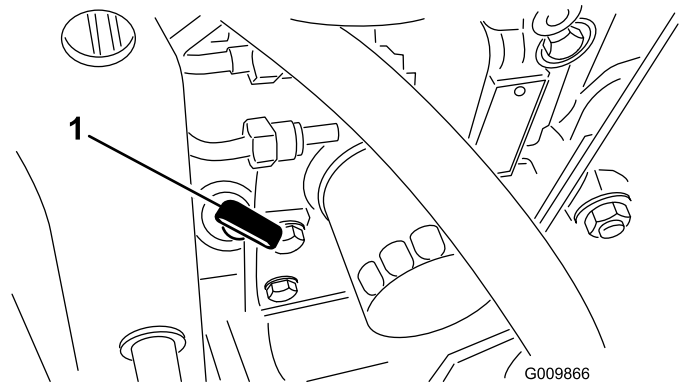

Figura 23
2. Retire la varilla, límpiela, y vuelva a colocarla, asegurándose de que quede bien asentada (Figura 23).